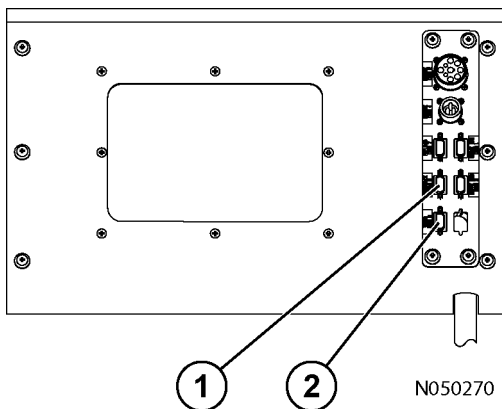

FIGURA 12-5. PUERTOS DE DIAGNÓSTICO
4. Conecte el cable serial KOMTRAX Plus al puerto de diagnóstico (2, Figura 12-5) de KOMTRAX Plus y el otro extremo al puerto de serie del computador portátil.
8. Conecte el cable serial KOMTRAX Plus al puerto de diagnóstico del IM (1, Figura 12-5) y el otro extremo al puerto serial del computador.